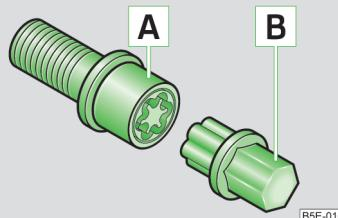

Fig. 201
- Introduzca el adaptador B »fig. 201 con su lado dentado hasta el tope en el dentado interior del tornillo de rueda antirrobo A de tal modo que ya sólo sobresalga el hexágono exterior.